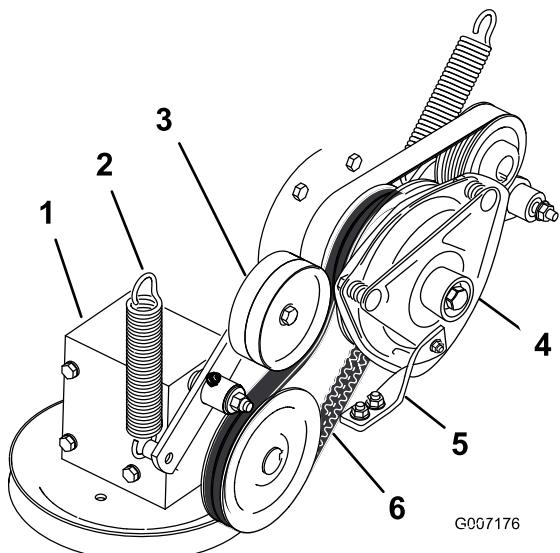

Figure 67
- Décrochez le ressort du bras de la poulie de tension (Figure 67).
- Montez la nouvelle courroie d'entraînement de PDF autour de la poulie d'embrayage et de la poulie du boîtier d'engrenages (Figure 67).
- Raccrochez le ressort au bras de la poulie de tension (Figure 67).